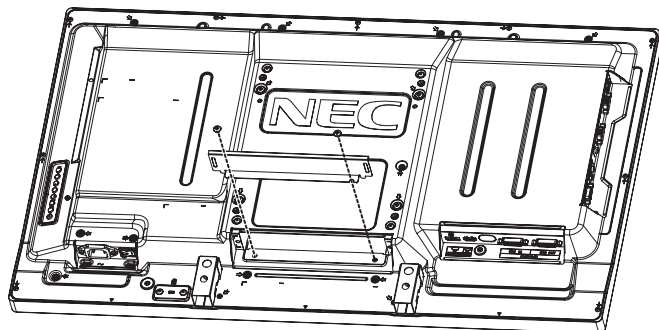

Figure 1
3. Retirez le couvercle du logement en dévissant les vis (**Figure 1**).